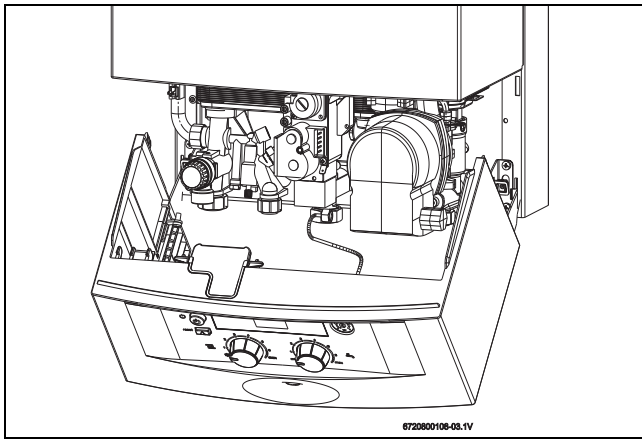

Fig. 26 Posición de servicio para el ajuste del gas
- Colocar el panel de mandos en la posición de servicio (ver Fig. 26).
- ▶ Colocar el panel de mandos en la posición de servicio (ver Fig. 26).